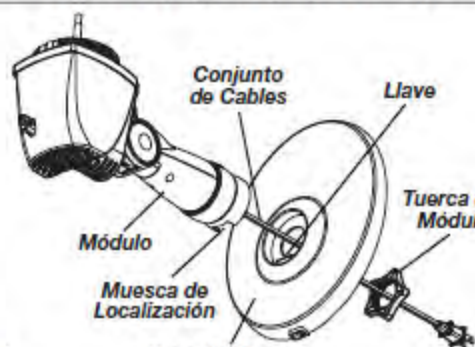

Figura 1
1. Conecte la base - desenrosque la *Tuerca del Módulo* en el sentido contrario a las agujas del reloj, introduzca el *Conjunto de Cables* a través del orificio de la base. Asegúrese de alinear la *Llave* en la *Base de Apoyo* con la *Muesca de Localización* en el módulo. Inserte el módulo en el agujero en la *Base*. Pase el *Conjunto de Cables* a través de la *Tuerca del Módulo* y enrosque la tuerca en el sentido de las agujas del reloj hasta que quede apretada. (Figura 1)